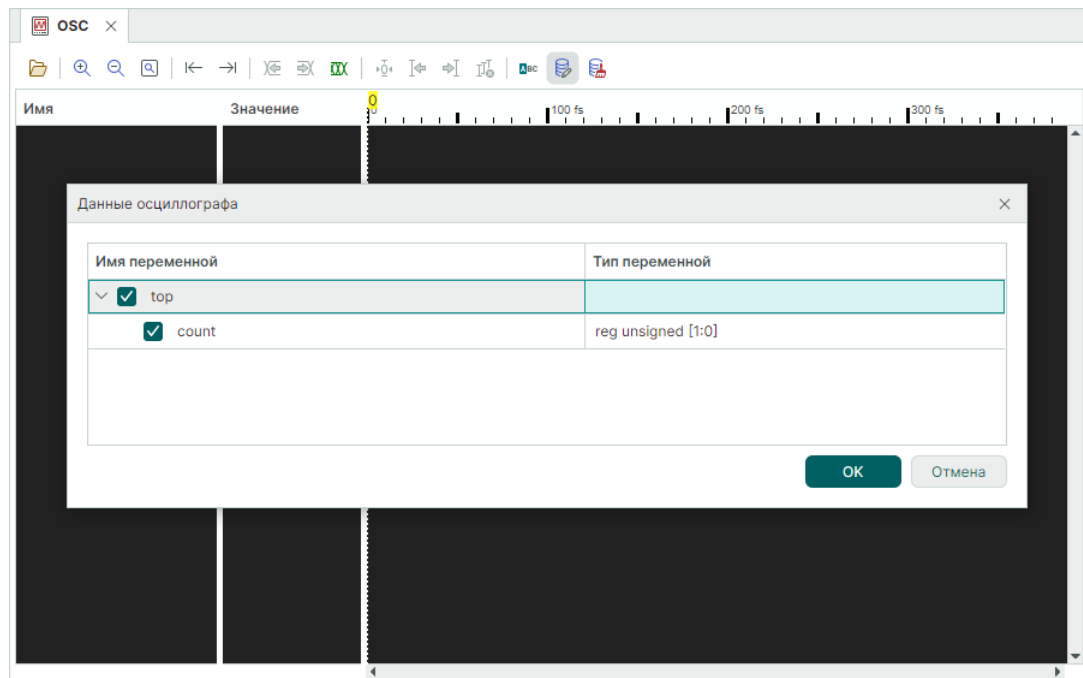

Рис. 35 Выбор необходимых данных
3. В открывшемся окне выберите данные путем установки флага рядом с данными, которые необходимо будет учесть при работе с осциллографом, см. Рис. 35. Нажмите «ОК».